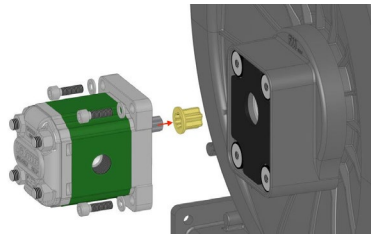

ABBILDUNG 8
- Das elastische Gelenk entfernen und überprüfen (ABBILDUNG 8). Bei offensichtlicher Abnutzung ersetzen;